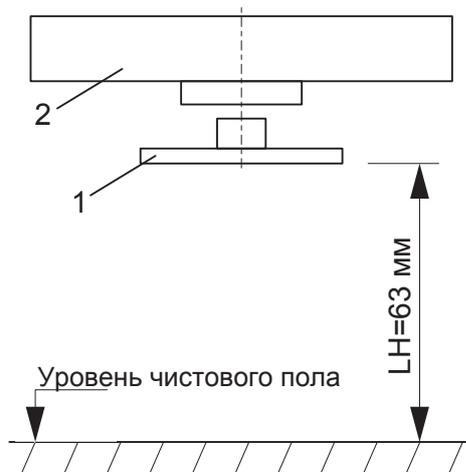

Рис. 69 Расстояние от пола
6. Выровнять верхнюю крестовину (рис. 69/1) на расстоянии габаритной высоты (LH) – 63 мм от пола, как показано на рис. 69.
7. Установить верхнюю крестовину (рис. 69/1) под привод (рис. 69/2) таким образом, чтобы оба компонента (рис. 69/1 +2) были расположены точно друг под другом.